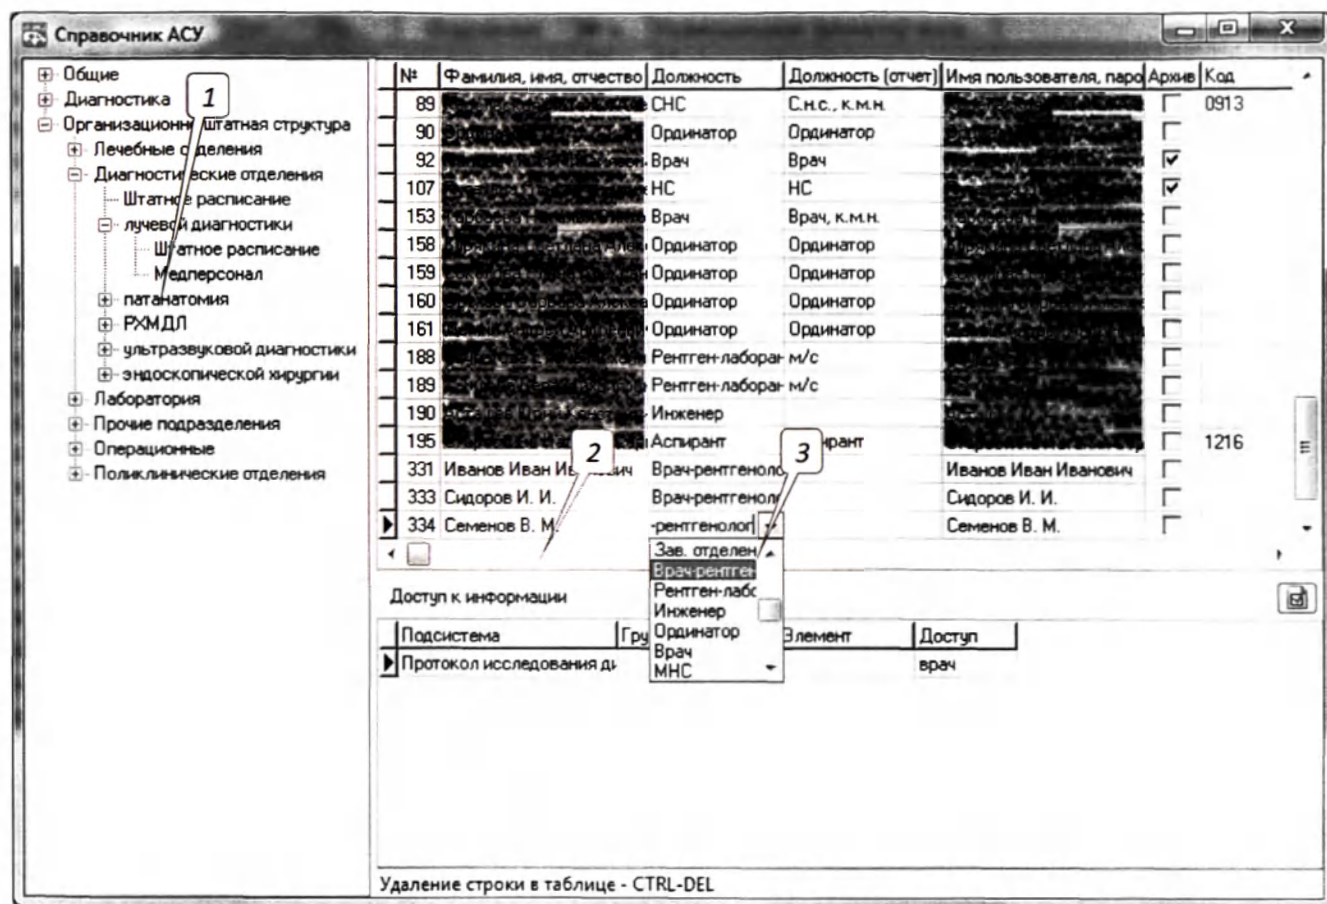

Рис. 4.44. Окно «Справочник АСУ».
Окно «Справочник АСУ» предназначено для заполнения и редактирования справочников АПК. Оно вызывается из главной формы АРМ (рис. 4.3) при нажатии кнопки «Настройка» и выборе команды «Справочник АСУ», а также из протокола исследования при нажатии одноименной кнопки (сноска 9, рис. 4.10). Вид окна представлен на рис. 4.44.
- Развернуть на левой панели окна требуемую ветвь дерева и выбрать левой кнопкой мыши раздел «Медперсонал» (сноска 1, рис. 4.44) («Организационно-штатная структура» - «Диагностические отделения» - «Лучевой диагностики» («РХМДЛ», «Ультразвуковой диагностики» и др.) - «Медперсонал»). На правой панели появится таблица со списком пользователей и таблица «Доступ к информации».
- Кликнуть левой кнопкой мыши в колонку «Фамилия, имя, отчество» таблицы со списком пользователей (сноска 2, рис. 4.44). Клавишей управления курсором «Вниз» на клавиатуре перейти в нижнюю часть таблицы. При этом появится новая пустая строка.
- Кликнуть левой кнопкой мыши в колонку «Должность» и нажать по появившейся справа кнопке (сноска 3, рис. 4.44). Из выпадающего списка выбрать нужную должность.